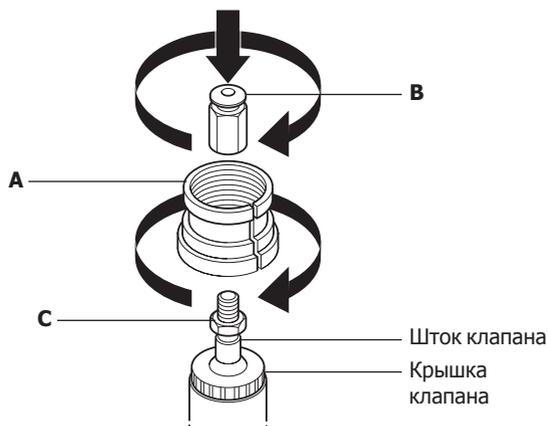

Рис. 8
4. Накрутите разрезную втулку **(A)** на крышку как показано на рис. 8 и 9.